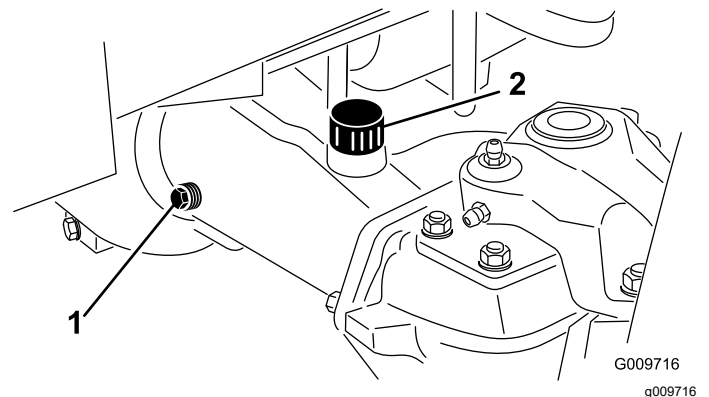

Bild 66
2. Entfernen Sie eine Prüfschraube aus einem Ende der Achse und stellen sicher, dass das Öl die Unterseite des Lochs erreicht (Bild 66).